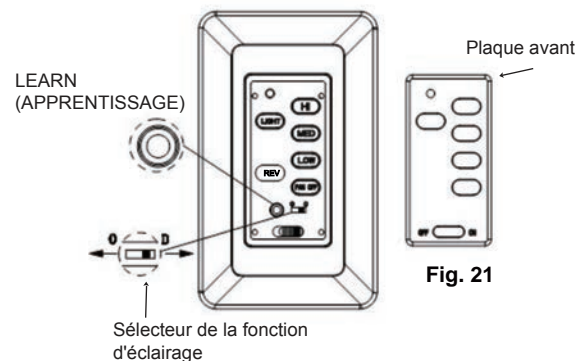

Fig. 21
## ACTIVATION DU PROCESSUS D'APPRENTISSAGE (Fig.21)
1. Utilisez un petit tournevis plat et soulevez délicatement la plaque avant du haut de l'émetteur mural (Fig. 21).
2. Une fois l'installation terminée, le courant CA est mis en marche et l'interrupteur **OFF**  **ON** est en position de marche (ON) dans les 30 secondes, appuyez et maintenez le bouton LEARN enfoncé pendant 3 secondes. Le ventilateur se met en marche à vitesse moyenne et l'éclairage (si installé) s'allume. Le paramètre SMART SYNC est donc actif et correct (Fig. 21).
### SÉLECTEUR DE LA FONCTION D'ÉCLAIRAGE (Fig. 21)